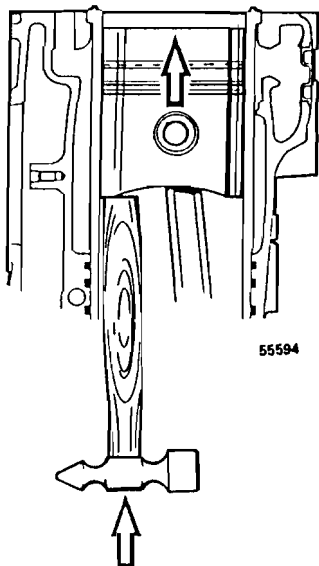

Fig. 94
- 18 Empujar el pistón y la biela hacia arriba con el mango de un martillo a fin de librar los aros del pistón de la camisa, véase fig. 94.